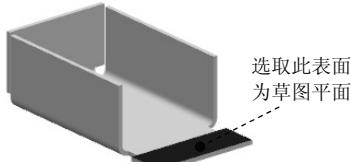
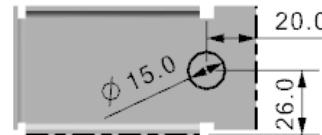

图 4.4.3 选取草图平面
图 4.4.4 截面草图
(1) 选择特征命令。选择下拉菜单 **插入(S)** → **切削(T)** → **法向除料(N)...** 命令，系统弹出“法向除料”对话框。
(2) 绘制除料截面草图。在“法向除料”对话框 **类型** 区域的下拉列表中选择 **草图** 选项，单击 **草图** 按钮，选取图 4.4.3 所示的模型表面为草图平面，取消选中 **设置** 区域的 **□ 创建中间基准 CSYS** 复选框，单击 **确定** 按钮，绘制图 4.4.4 所示的截面草图，然后退出草图环境。
(3) 定义除料的深度属性。在 **除料属性** 区域下的 **切削方法** 下拉列表中选择 **厚度** 选项，在 **限制** 下拉列表中选择 **贯通** 选项。
(4) 在“法向除料”对话框中单击 **确定** 按钮，完成特征的创建。